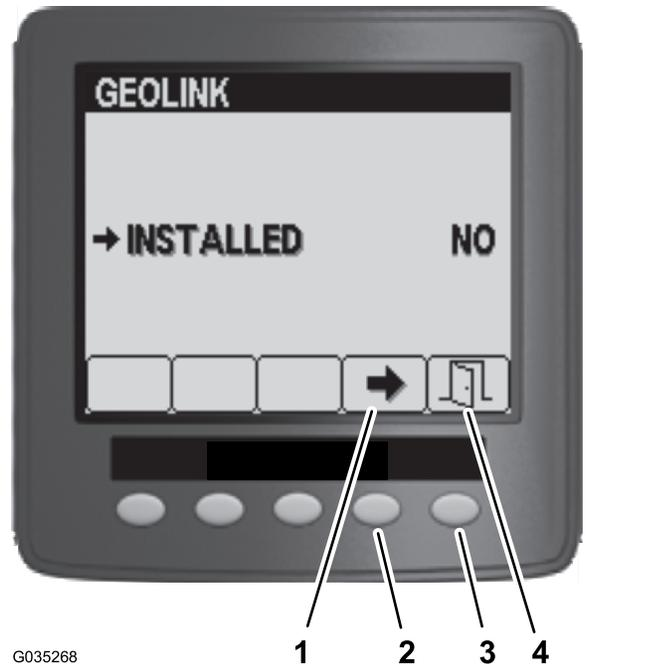

Figura 102
5. En el menú GeoLink, pulse el botón 4 para seleccionar la opción No, y pulse el botón 5 para guardar los ajustes y salir del menú (Figura 102).